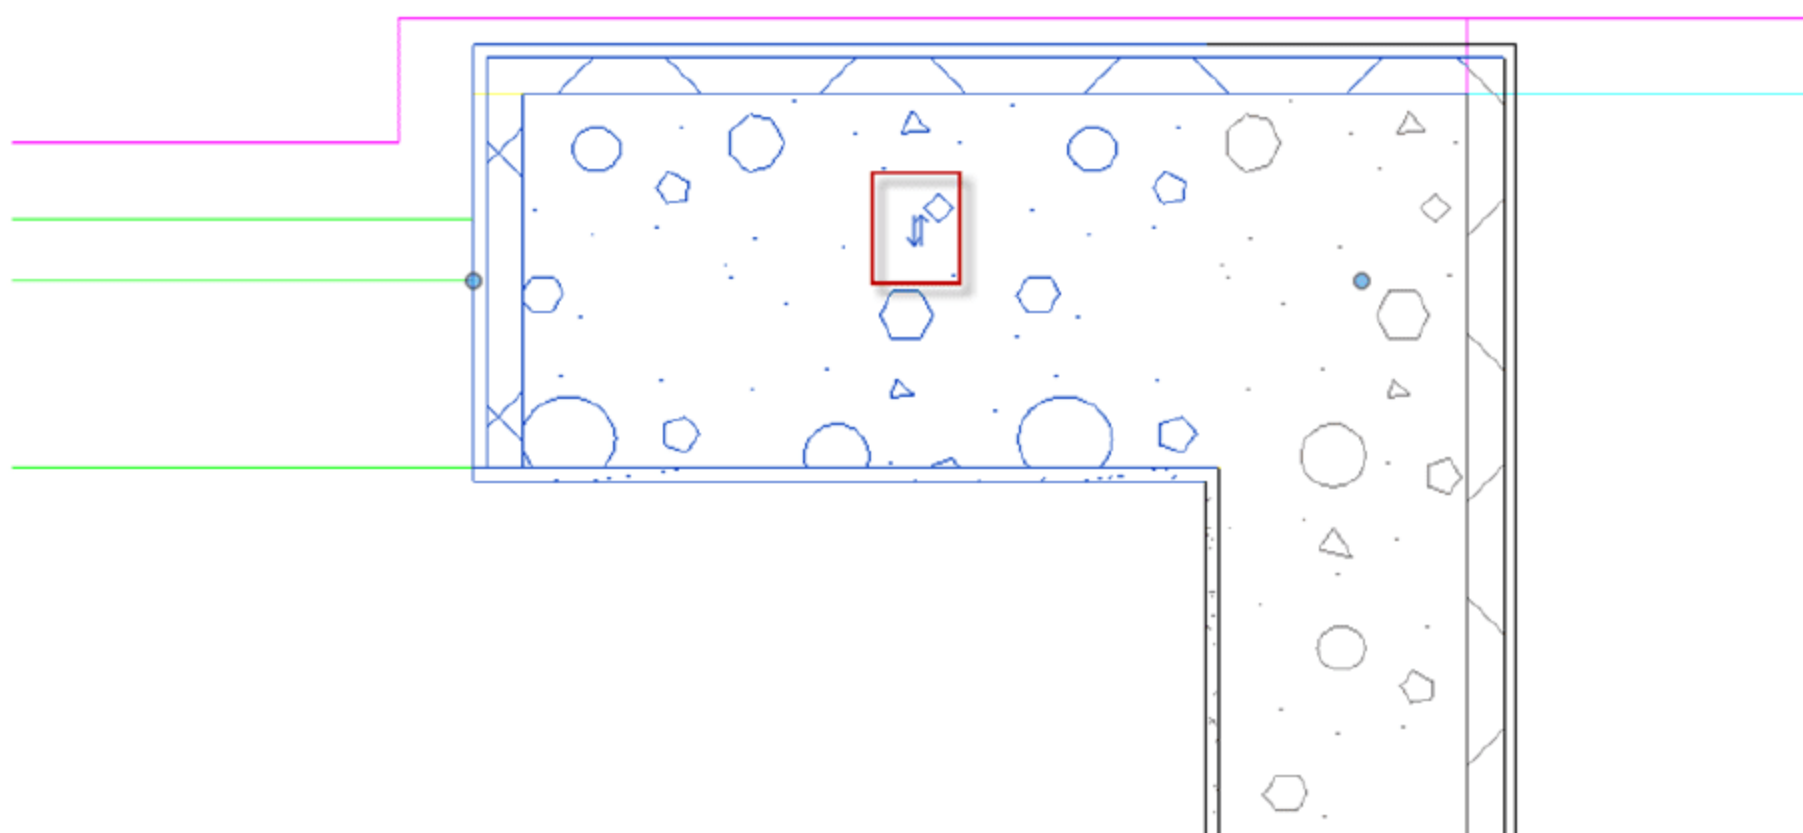

图 10.1.52 调整外墙内外侧位置
**注意：**在绘制墙体时注意墙体的内外侧位置，一般按顺时针顺序绘制外墙时，墙体内外侧位置是正确的。若不正确，可单击如图 10.1.52 所示的“方向标”按钮，更换墙内外侧位置。